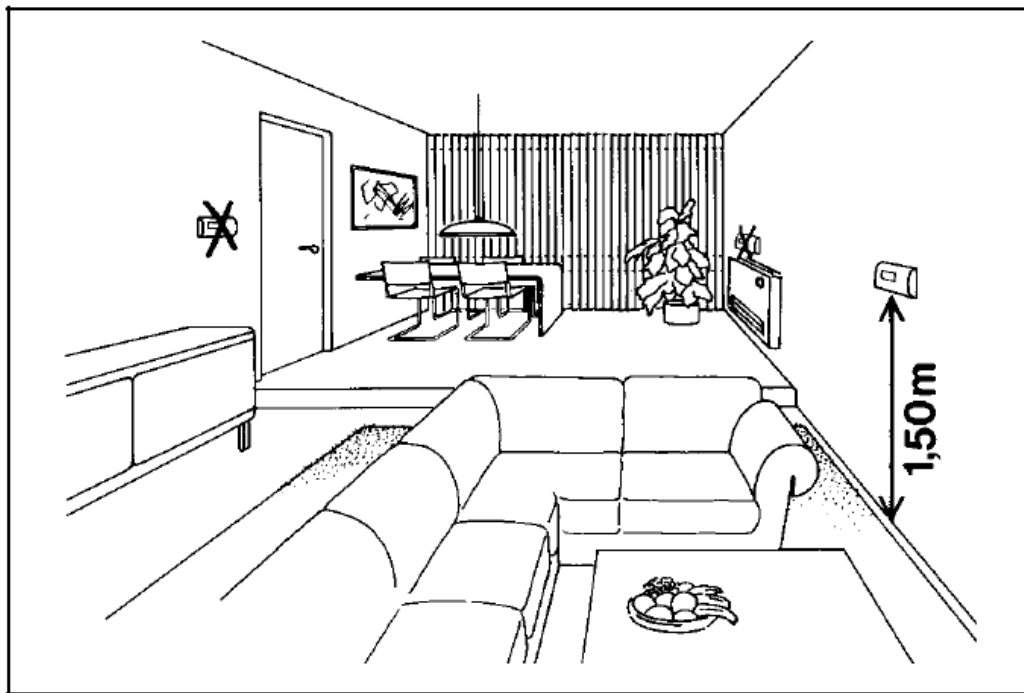

Bild 8
- Lossa försiktigt elkontakten från isoleringen och anslut rätt nätsladd. Se Bild 8. Se till att kabeln fästs i isoleringen.